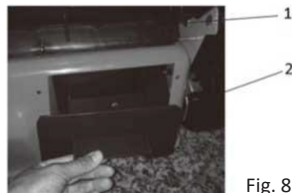

Fig. 8
- Retira el recogedor de hierba (Fig. 8 - elemento 1).
- Coloca el tapón para trituración de hierba en el conducto de descarga (Fig. 8 - elemento 2) y asegúrate de que esté bien colocado.